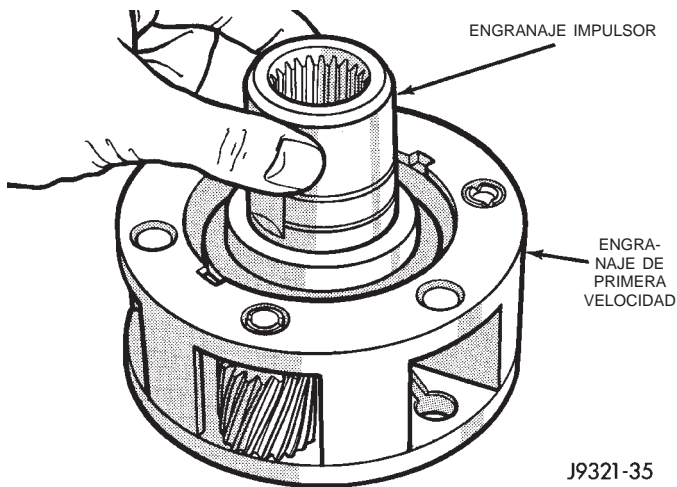

Fig. 38 Desmontaje del engranaje impulsor
(4) Retire el engranaje impulsor (Fig. 38).